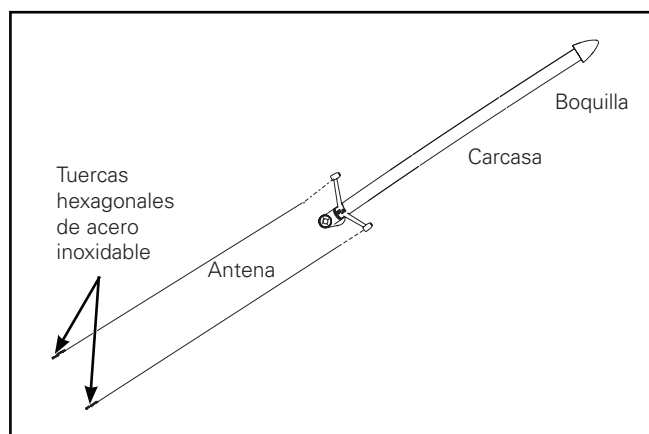

Figura 2.
2. Inserte las barras de la antena de 2 x 1/4 in x 96 in a través de los extremos de apoyo y rosque en el orificio cónico ubicado en la boquilla de la luminaria. Fije en los soportes con tuercas hexagonales de 2 X 1/4 in-20 (Figura 2).